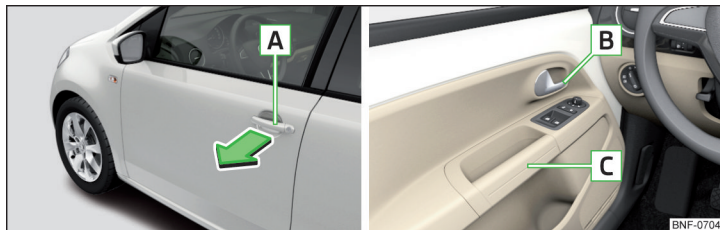

Bild 30 Dörrhandtag/dörröppningshandtag
► Dra dörrhandtaget **A** i pilens riktning » bild 30.